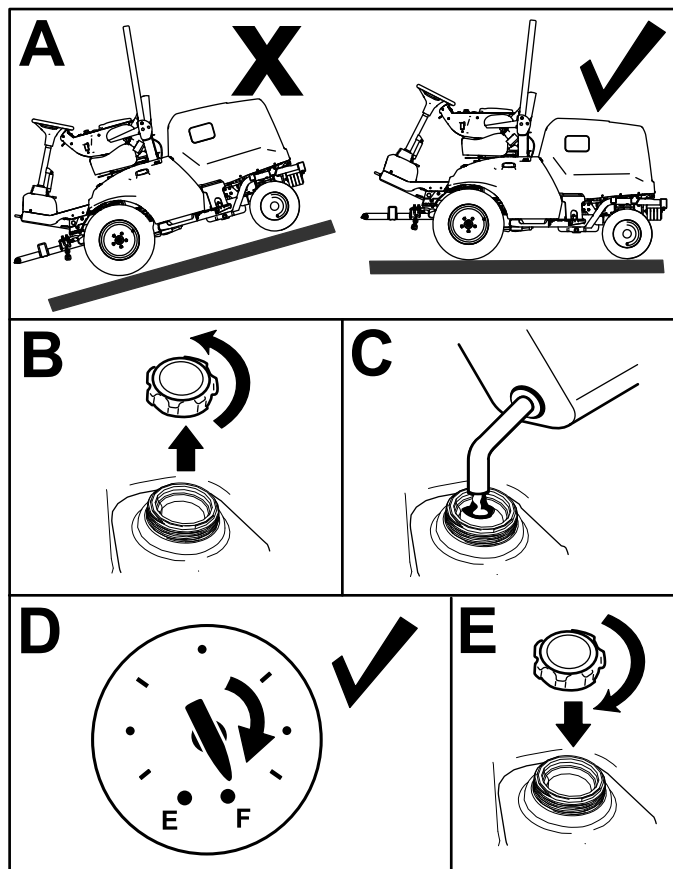

Figura 32
1. Parcheggiate la macchina su terreno pianeggiante (Figura 32), inserite il freno di stazionamento, spegnete il motore e togliete la chiave